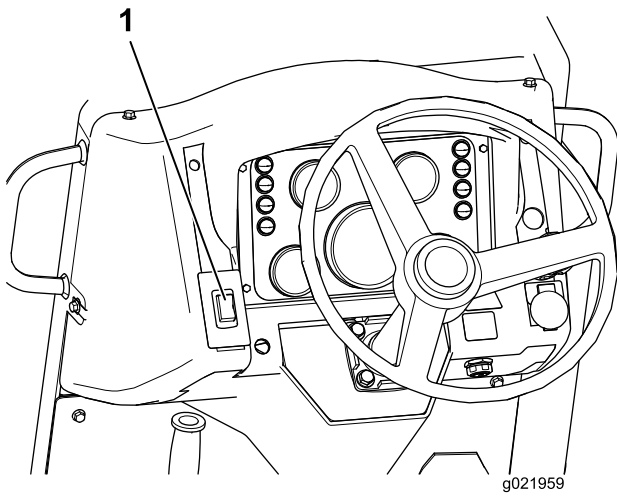

Figura 25
1. Mova o interruptor do freio de estacionamento (Figura 25) para cima para acionar o freio.